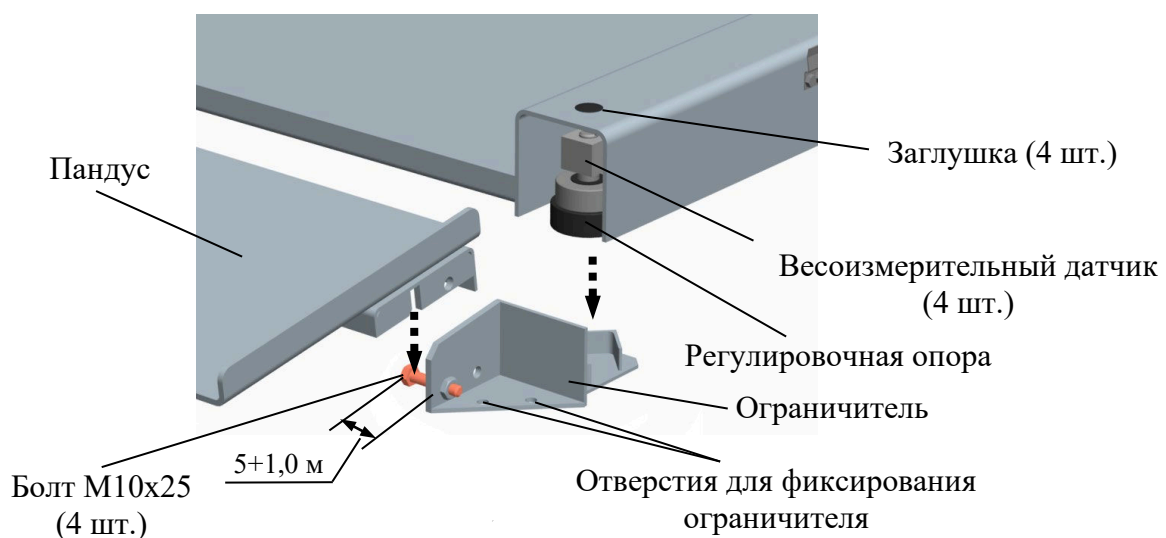

Рисунок 4.2 – Сборка модуля взвешивающего 4D-LA
4.3.3 Отрегулируйте болты в ограничителе так, чтобы зазор между головкой болта и стенкой ограничителя был $5+1,0$ мм (см. рис. 4.2).
4.3.4 Поочередно приподнимая каждый из четырех углов платформы, подложите ограничители под регулировочные опоры датчиков и установите пандусы (см. рис. 4.2).
При необходимости зафиксируйте ограничитель болтами M10 (8 шт.) через отверстия (см. рис. 4.2). Болты для фиксирования ограничителя в комплект поставки не входят.